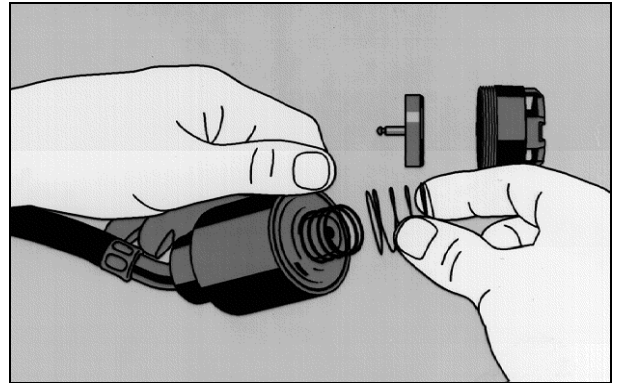

Bild 2
- Die äußere dünne Feder (Anzeigefeder) vorsichtig aus den Haltenocken des Schalterunterteils ausrasten (Bild 2).